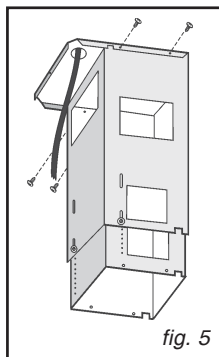
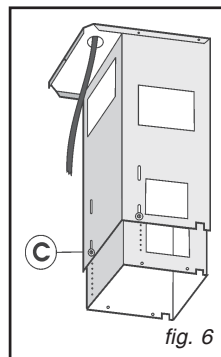
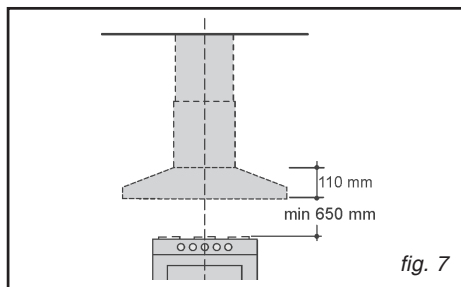

fig. 5
fig. 6
fig. 7
télescopique et l'alimentation électrique par l'orifice de l'étrier (Fig. 5). Réglez la hauteur de la structure télescopique à l'aide des quatre vis de fixation C (Fig. 6) en sachant que la hauteur de la hotte est de 110 mm et que la distance de la hotte, par rapport à la table de cuisson, doit être au minimum de 650 mm (Fig.7).
- Fixer la structure télescopique sur l'étrier à l'aide des 4 vis (fournies), en faisant passer l'alimentation électrique par l'orifice de l'étrier (Fig. 5). Régler la hauteur de la structure télescopique à l'aide des quatre vis de fixation C (Fig.6) en sachant que la hauteur de la hotte est de 110 mm et que la distance de la hotte, par rapport à la table de cuisson, doit être au minimum de 650 mm (Fig. 7).